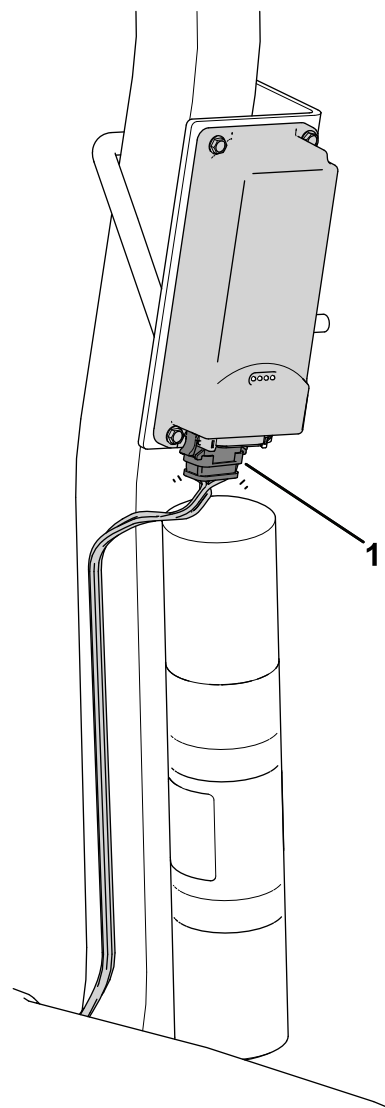

図 12
3. テレマティクスワイヤー ハーネスのP02というラベルの付いたコネクタをテレマティクスデバイス(図 12)に接続する。